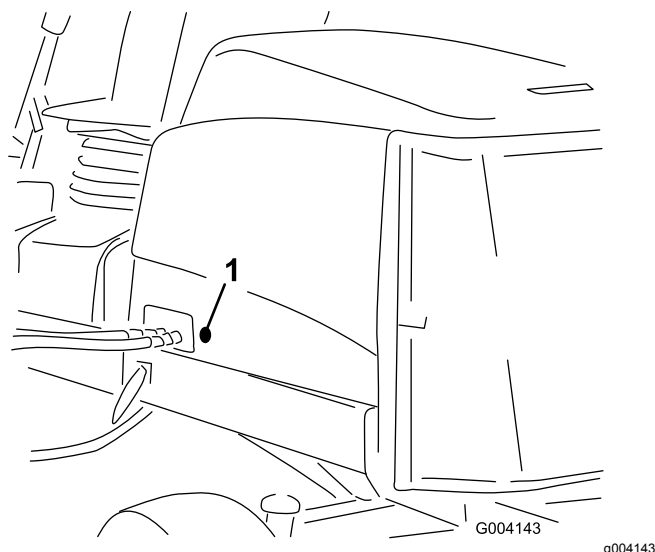

Bild 16
2. Nehmen Sie die Gummidichtung aus dem Loch links an der Motorhaube heraus (Bild 16).